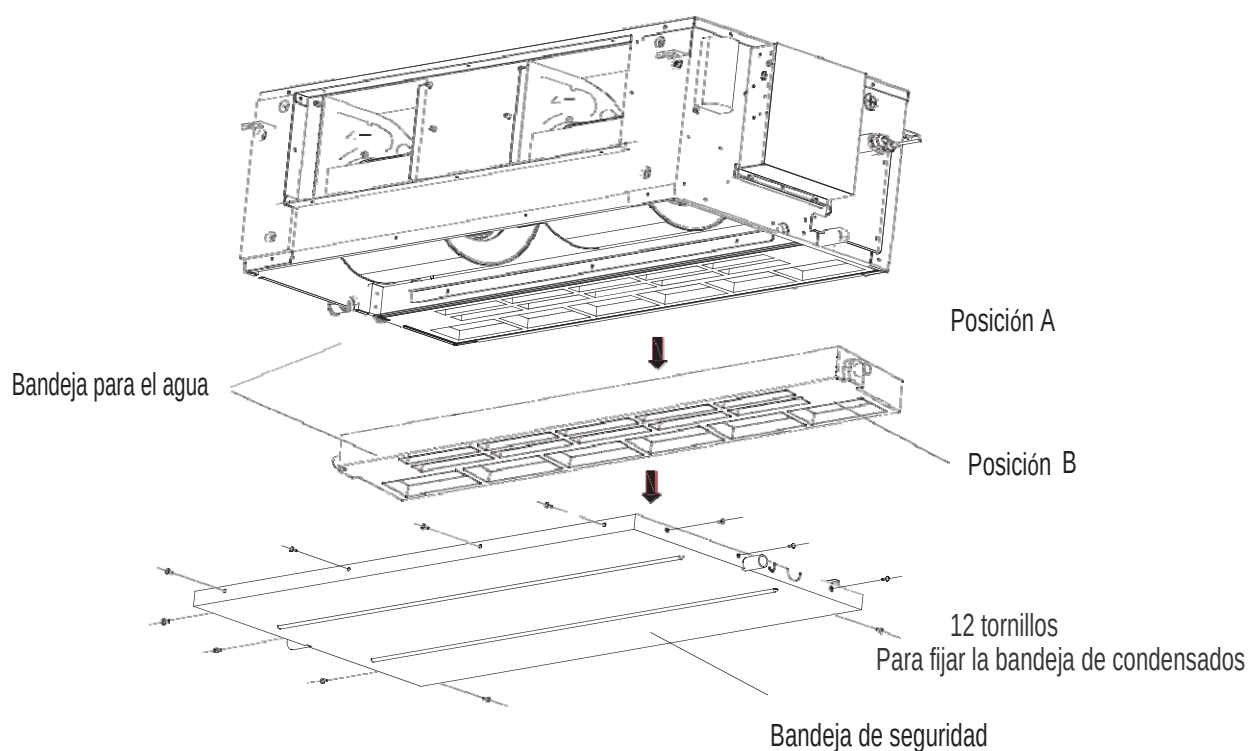

Fig.4-16
2. Saque los 11 tornillos de la bandeja de seguridad, extraiga la bandeja como se muestra en la Fig.4-16.
3. Extraiga la bandeja según indica el sentido de la flecha en la Fig. 4-16.